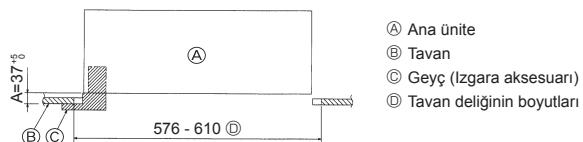

Fig. 2-6
3. Ana ünite tavandaki montaj deliğiyle hizalanamıyorsa, montaj levhasındaki bir yarık vasıtasıyla ayarlanabilir. (Fig. 2-6)